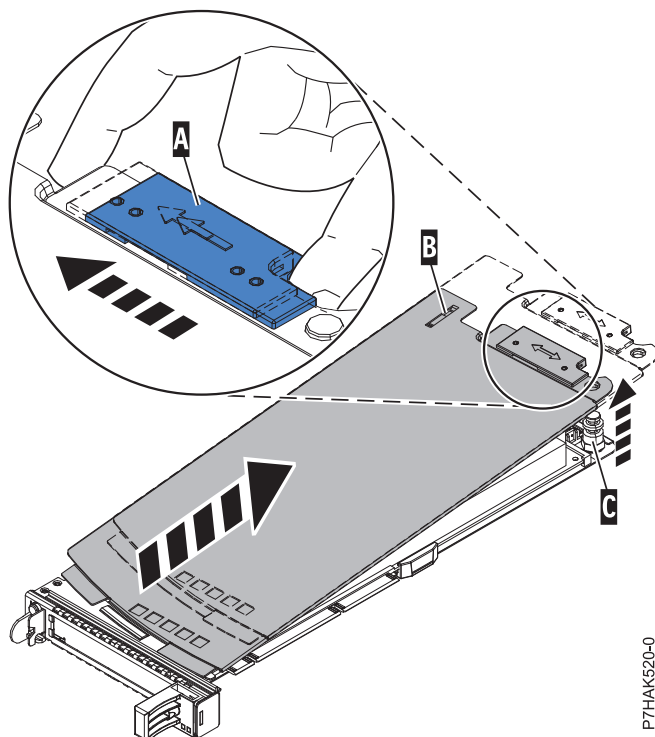

図 50. PCIe アダプター・カセット・カバーの取り外し
- a. 48 ページの図 50 に示すように、カバー・ラッチ (A) をスライドさせて、ピボット・ピン (C) から解放します。
- b. カバー (B) を持ち上げて、ピボット・ピン (C) から外します。